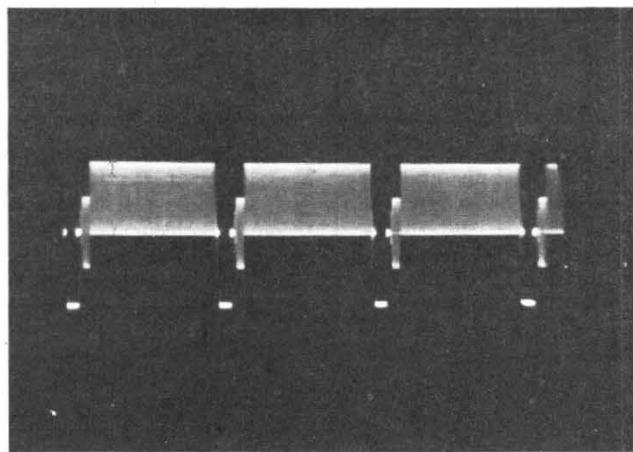

Fig. 13
- **La pureté** : on obtient l'image uniformément rouge, sans couper les canons, en enfonçant simultanément les touches d'identification (IDENT) et de pureté. Le signal vidéo est celui de la figure 13 ; entre deux impulsions de synchronisation de ligne, il comporte, d'abord, les signaux d'identification, puis le signal de chrominance rouge. Pour observer la pureté blanche, il faut, en plus des précédentes, enfoncer la touche commandant la fréquence zéro (F. O.).